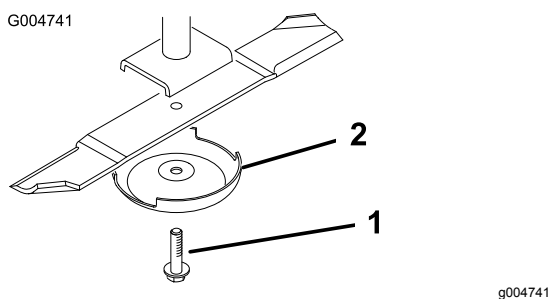

Figura 129
3. Retire o parafuso da lâmina, o recipiente antidanos e lâmina do eixo (Figura 129).